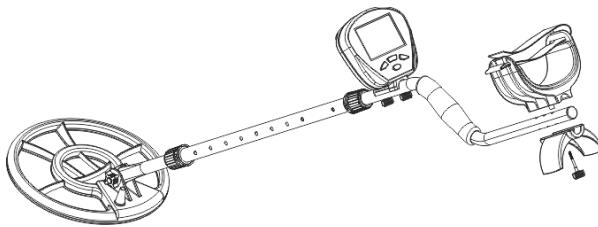

Fig.6
6. Ajustez la position du bras. Relâchez la vis sous le bras de sorte que le bras soit desserré de haut en bas et ajustez le bras à une certaine position avant de serrer la vis (Voir Fig.6).